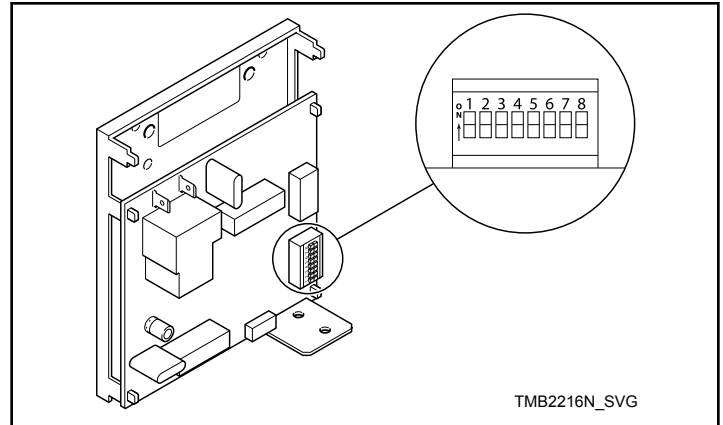

Figura 30
2. Anote los ajustes del conmutador DIP de control de la máquina, después póngalos todos en la posición desconectada. Consulte la *Figura 30*.